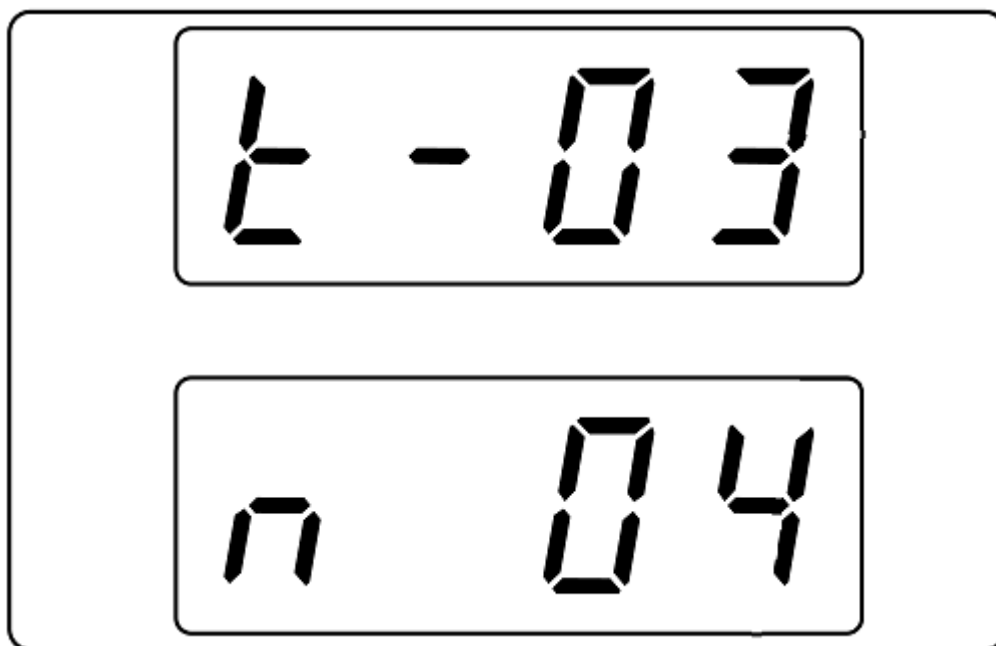

图 3-5-3
**操作步骤:** 先旋动 **Current** 旋钮选择要删除的测试文件 (1~10), 后旋动 **Voltage** 旋钮选择到 3, 最后按下 **Voltage** 旋钮确认删除。例: 删除 4 号文件成功后, 会显示 (n04) 如图 3-5-3。